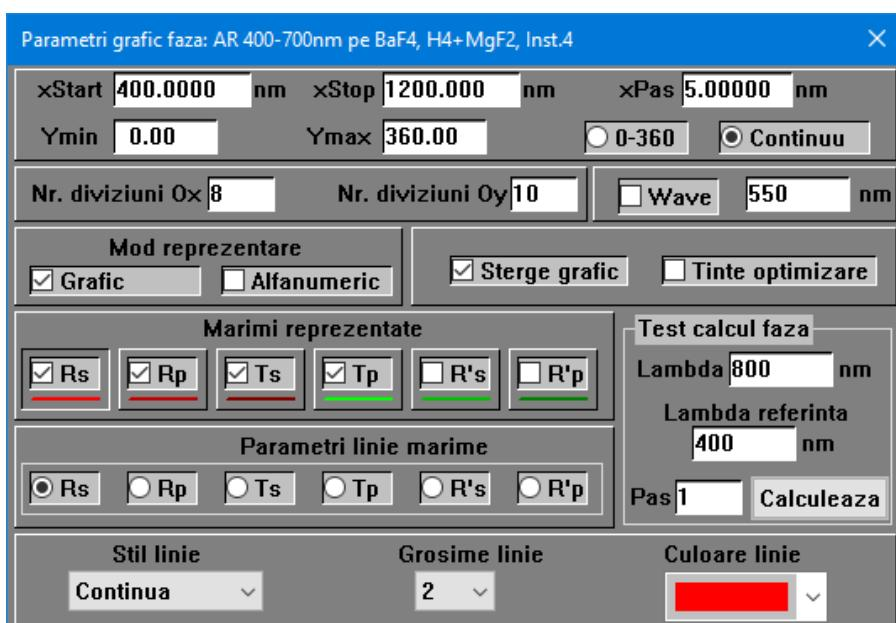

Fig. 4.10 Fereastra pentru editare parametri grafic camp
- **Wave** – In programele de calcul optic se folosesc drumul optic parcurs de raza si nu faza frontului de unda. De aceea saltul de faza trebuie convertit in “salt” de drum optic. Saltul de drum optic trebuie de asemenea raportat la o lungime de unda specifica sistemului optic unde este folosita acoperirea optica ptr. a evidenția impactului acoperirii optice asupra performantelor sistemului optic. Lungimea de unda de referinta ptr. **Wave** se editeaza in dreapta acestui camp. Cand este selectat graficul are forma din Fig. 4.10_2